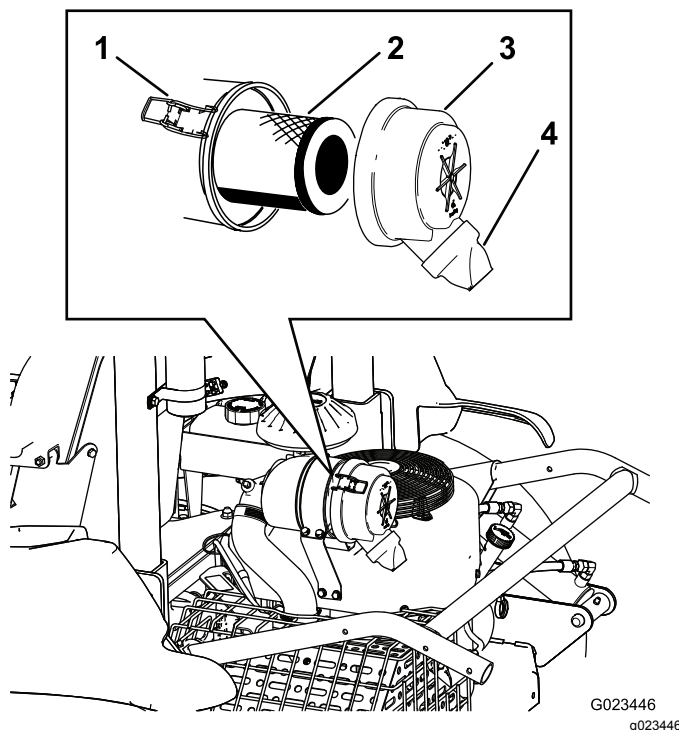

图42
2. 松开将空气滤清器盖固定到空气滤清器壳体上的搭扣图42。